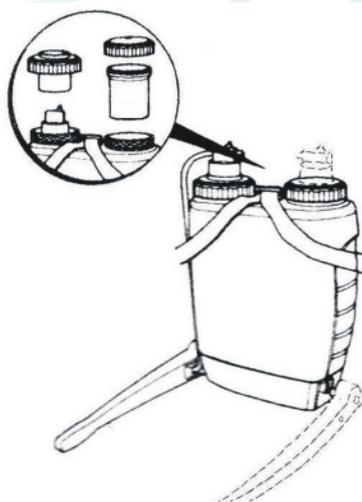
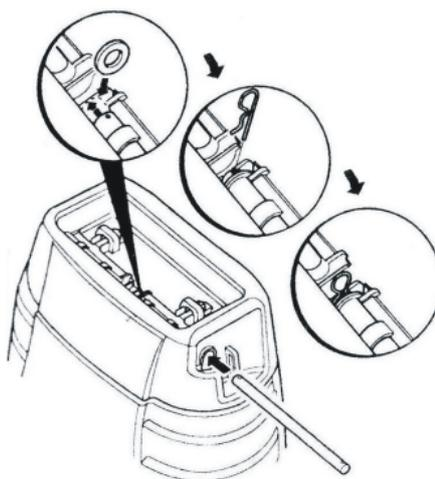
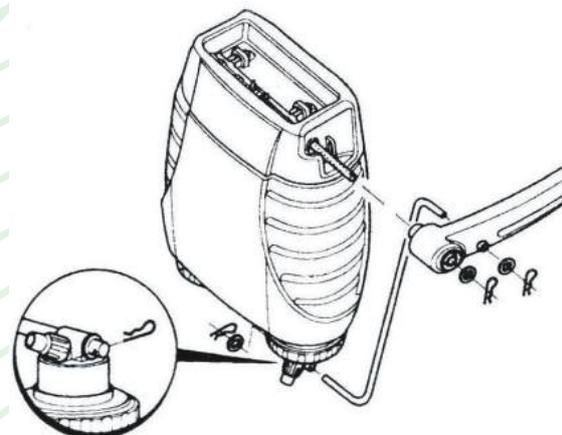

Рис.8
Рис.9
Рис.10
Опрыскиватель поставляется подготовленным к работе правой рукой, однако его можно легко переоборудовать для управления левой. Для этого нужно поменять местами насосный агрегат и узел наполнения опрыскивателя, как показано на рис. 8.
Установите вал (62), см. рис.7 в отверстие поддона со стороны узла насоса, не досылая до упора несколько миллиметров. Наденьте на него шайбу Ø12 мм (61) и протолкните до упора. В отверстие на валу вставьте шплинт (43) до упора. Зафиксируйте его, закрепив вал на поддоне. Операции производите согласно рис. 9. Вставьте шатун (66) в отверстие верхней части узла насоса. На выступающий край шатуна наденьте шайбу Ø10 мм (44). Закрепите шатун шплинтом, установив его в отверстие. Установите рычаг (65) на шатун и вал одновременно. Установите шайбы соответствующего диаметра и шплинты, как показано на рис.10.
Для вновь собираемого опрыскивателя следуйте стандартной сборочной процедуре (рис. 9, 10 и 11), таким образом, чтобы рычаг (65) насоса был расположен с правой стороны бачка опрыскивателя, как на рис. 8.